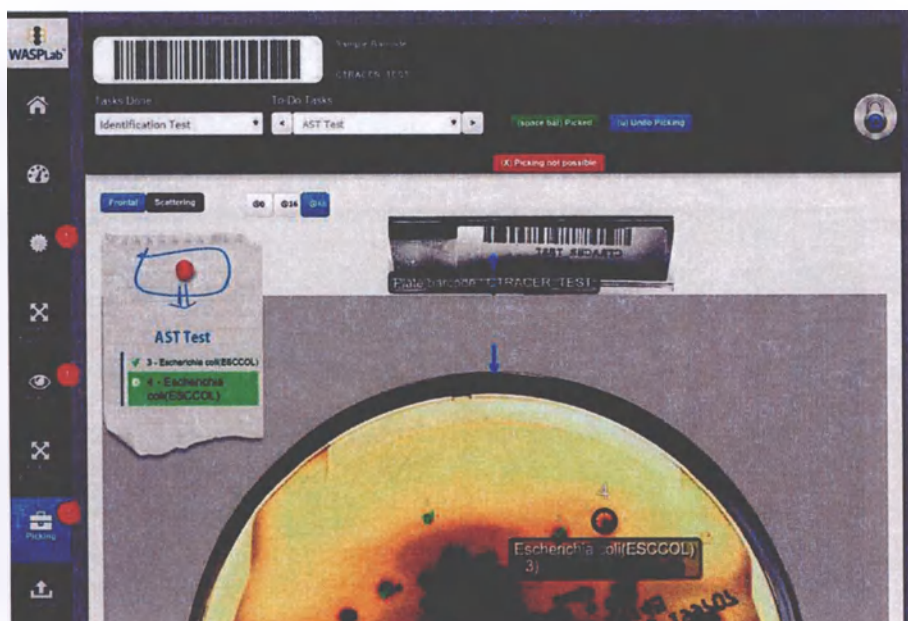

Рисунок 4.36 Выделение
- Нажать **пробел** (или **Picked** или правую педаль **NEXT**) для подтверждения и завершения задачи (Рисунок 4.36).